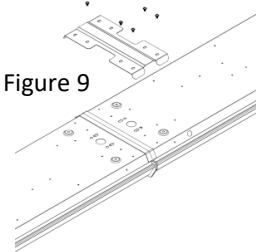

Figure 9
C. Montage en rangée continue: Si un montage en rangée continue est souhaité, retirez les ouvertures défonçables aux extrémités des luminaires contigus et fixez le support de menuiserie Wrap HNG 65625 en option au sommet des luminaires contigus à l'aide des vis fournies (fig. 9).